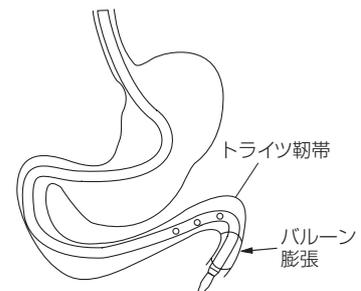

図6
14. バルーンを滅菌蒸留水により膨張させる。注入量は30mL以下とする（図6）。